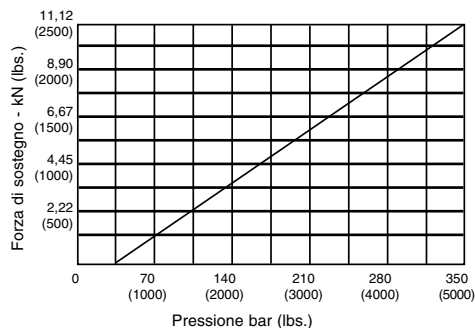

**Figura 2**
- Installare i supporti praticando dei fori nella struttura di fissaggio, utilizzando i controdadi accessori o imbullonando la flangia alla struttura di fissaggio. Montare il supporto in modo che lo stantuffo sia approssimativamente a metà corsa quando entra in contatto con il pezzo nella struttura di fissaggio. Se si intende assicurare il supporto alla struttura di fissaggio montandolo a collettore con collegamento idraulico attraverso l'attacco inferiore, è necessario innanzitutto rimuovere il tappo filettato dell'attacco e la guarnizione di rame (B, Figura 2). Prima di montare e imbullonare il supporto, lubrificare l'O-ring in dotazione e montarlo (vedi Figura 2) nella sede, di dimensioni maggiorate, intorno all'attacco. Fare attenzione a che, durante il montaggio, l'O-ring non venga intaccato né danneggiato in altro modo, o ne possono derivare trafileamenti. Per assicurare che il montaggio del collettore sia a perfetta tenuta, verificare che la superficie di montaggio della struttura di fissaggio non si scosti dalla planarità di più di 0,08 mm (0.003") e che la rugosità non superi Ra 0,8 (32 mpollici rms).
5. Ogniqualvolta esista il rischio che refrigerante, detriti e/o trucioli risultanti dalla lavorazione possano penetrare nel cilindro attraverso l'attacco di sfiato (vedi Figura 2), collegare all'attacco un tubo di lunghezza tale che il suo sbocco si trovi in una zona protetta da trucioli, refrigerante, ecc.